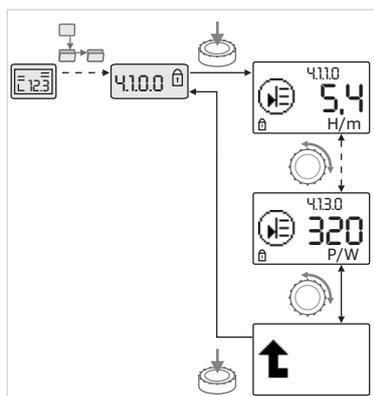

Рис. 34: Вызов информации
-  • Вращая красную кнопку, можно управлять элементами меню типа «Информация» текущего подменю (см. рис. 34). Пояснения настроек, представляемых символами, см. в таблице в главе 8.7 «Указатель элементов меню» на стр. 165.